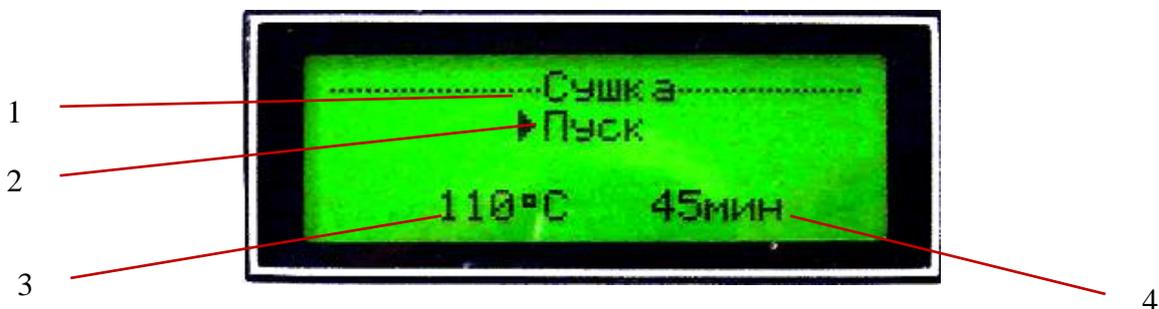

Рисунок 12. Вид экрана индикатора в режиме «СУШКА»
2.5.7 Нажать кнопку «ПРИНЯТЬ (ОК)», на экране появится изображение меню «СУШКА» (рис.12).
2.5.8 Если необходимо изменить установленную температуру сушки, необходимо перевести курсор дисплея основного блока в позицию 3 (рисунок12), нажать кнопку «ПРИНЯТЬ (ОК)» и изменить температуру сушки с помощью кнопок "◄" (уменьшение) или "►"(увеличение), затем нажать кнопку «ПРИНЯТЬ (ОК)» .
2.5.9 Если необходимо изменить установленное время сушки, необходимо перевести курсор дисплея основного блока в позицию 4 (рисунок 12), нажать кнопку «ПРИНЯТЬ (ОК)» и изменить время сушки с помощью кнопок "◄" (уменьшение) или "►"(увеличение), затем нажать кнопку «ПРИНЯТЬ (ОК)».